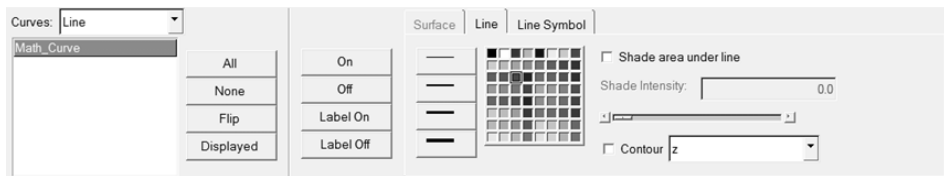

图 13-140 Curve Attributes 面板
- (1) 单击 Curve Attributes () 按钮激活面板，如图 13-140 所示。